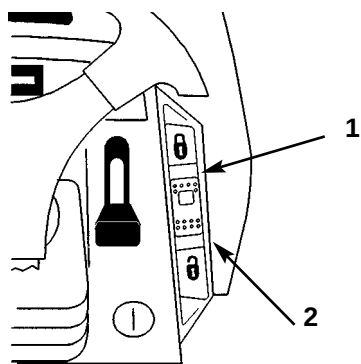

Figure 15
1. Commencer à conduire le tracteur; se reporter à la section "Conduite en marche avant ou arrière". Tout en gardant le pied sur la commande de déplacement, avancer le levier du régulateur de vitesse (Fig. 15) à la position "SET LOCK" (PROGRAMMATION).
1. Tout en gardant le pied sur la commande de déplacement, ramener le levier du programmeur de vitesse (Fig. 15) jusqu'à la position "UNLOCK-OFF".